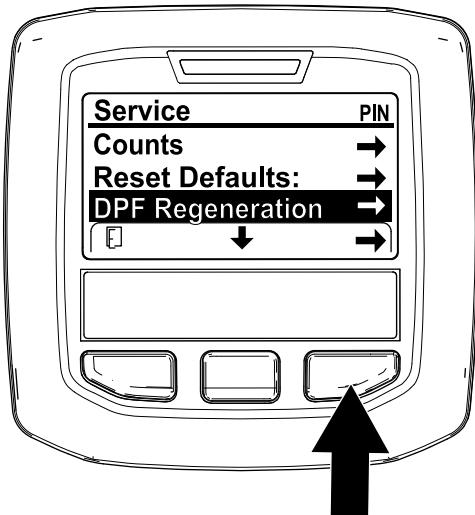

図 32
- 整備 Service メニューから、中央ボタンで下へスクロールして DPF REGENERATION メニューに入る図 32。
- 右側のボタンで DPF Regeneration 再生に入る図 32。